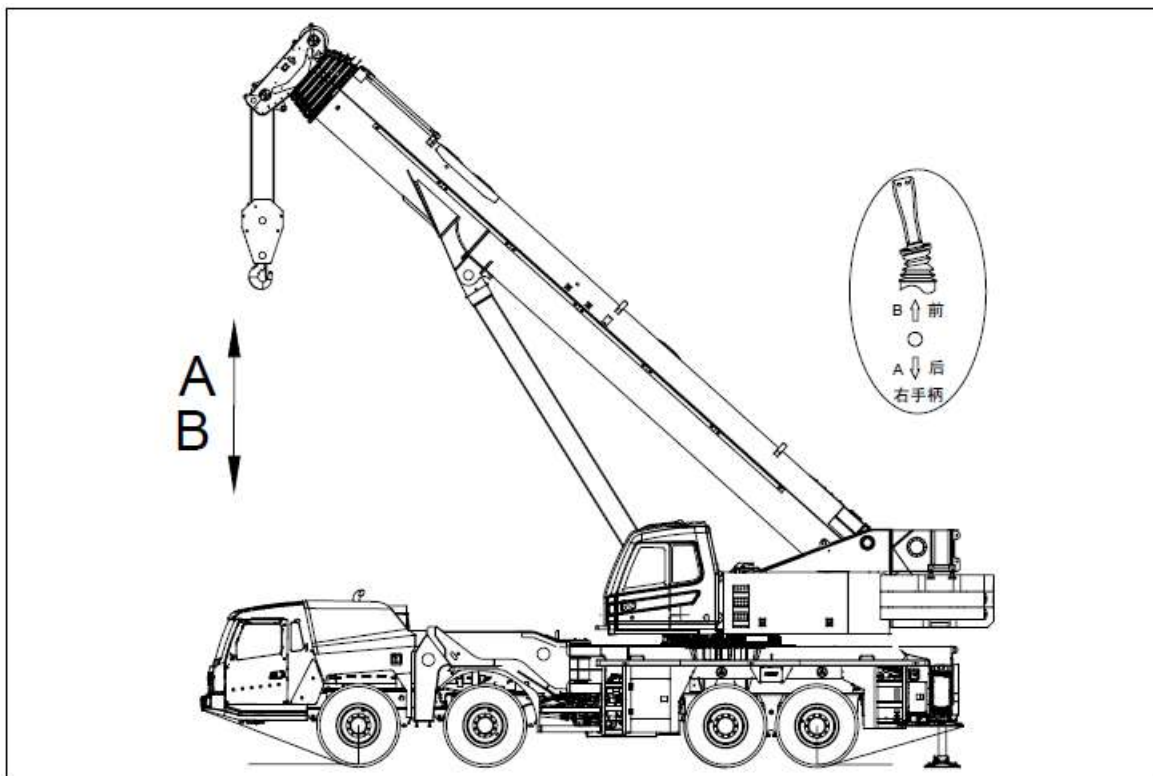

Fig.4-3.4 Operação de guincho
3) Como mostrado na Fig.4-3.4, empurre a alavanca de controle direita para frente para reduzir o gancho principal e levante-o puxando a alavanca para trás. A velocidade de operação é regulada através de alavanca de comando e do acelerador.